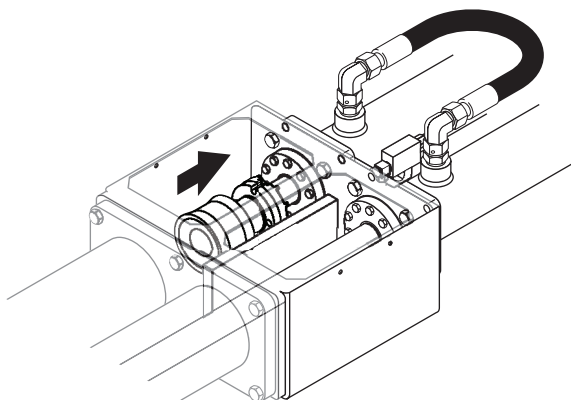

Figura 25
10. Reinicie el motor y borre todas las solicitudes de parada de emergencia. Presione el botón de avance o reversa de la bomba de concreto y el botón de cambio de ariete simultáneamente para retraer lentamente la biela del cilindro hasta que el ariete esté alejado del cilindro del material (Figura 25). Suelte el botón de avance o reversa de la bomba de concreto o el botón de cambio de ariete para detener los cilindros diferenciales. Apague el motor.